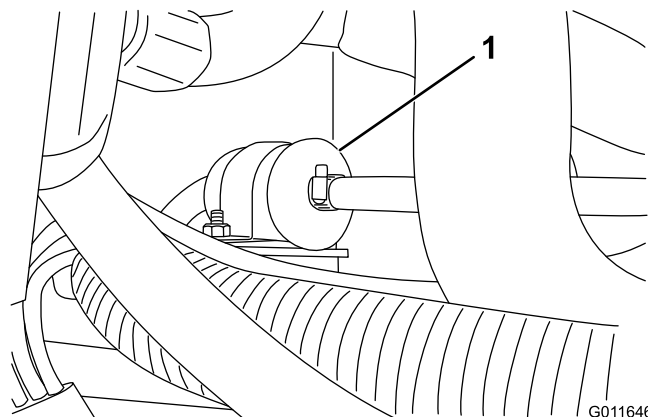

Bild 50
2. Lösen Sie die Schlauchklemmen an beiden Seiten des Filters und ziehen Sie die Kraftstoffleitungen vom Filter ab (Bild 50).